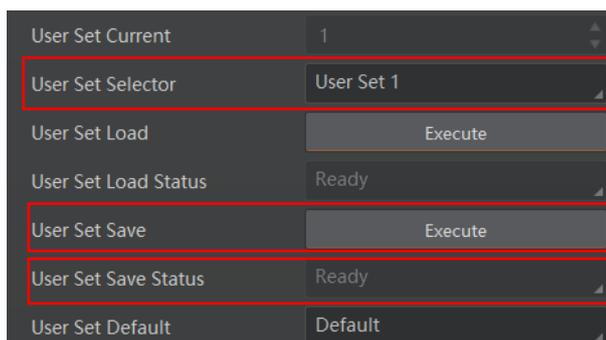

图7-15 保存参数设置
- 保存参数：修改参数后，通过 *User Set Selector* 参数下拉选择其中一套 *User Set* 参数，点击 *User Set Save* 处的 “Execute”，即可将参数保存到用户参数中，如图 7-15 所示。